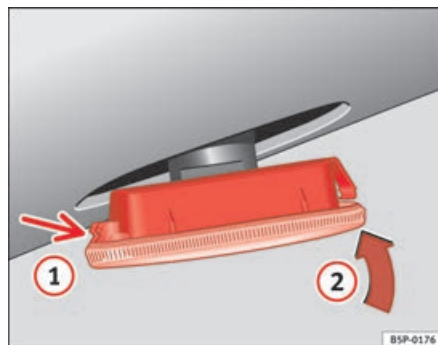

Fig. 198 Indicador de direcção lateral
- Primeiro, coloque o indicador de direcção no orifício da carroçaria, encaixando as patilhas ⇒ fig. 198, seta ①.
- Encaixe a lâmpada tal como indica a seta ② ⇒ fig. 198. ■